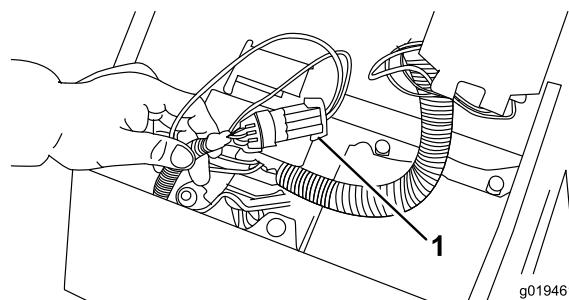

Bild 41
2. Öffnen Sie die Armaturenbrettdeckung. Ermitteln Sie den Kabelbaum und den Rückführungsstecker. Ziehen Sie den Rückführungsstecker vorsichtig vom Kabelbaumanschluss ab (Bild 41).